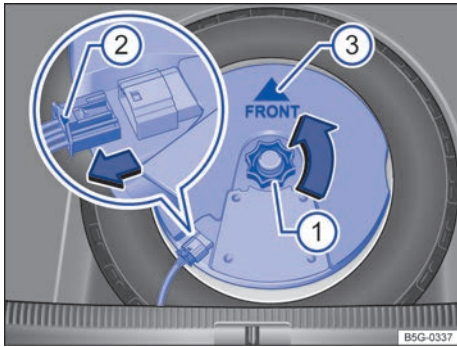

Fig. 132 En el maletero: desmontar el subwoofer (variante 1).
- Desenrosque la ruedecilla → fig. 132 ① en el sentido de la flecha.
- Para desbloquear el conector ②, presione el bloqueo de la parte superior del mismo
- Desacople el conector ② en el sentido de la flecha y deje el cable a un lado.
- Coloque el subwoofer en la base de la llanta con cuidado. Al hacerlo, la punta de la flecha "FRONT" → fig. 132 ③ que hay en el subwoofer deberá señalar hacia delante.
- Acople el conector ② hasta que el bloqueo encastre de forma audible.
- Enrosque la ruedecilla ① en el tornillo prisionero en el sentido contrario al de la flecha hasta que el subwoofer quede bien fijado.